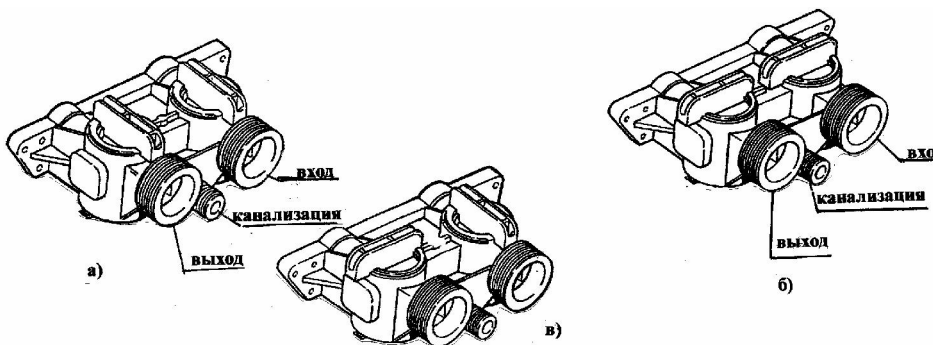

Рис. 3
- Каждая пара - бак + управляющий клапан могут работать по отдельности, обеспечивая умягченную воду, если другая пара временно отключена. Для этого нужно использовать байпас 256 (Рис.3).